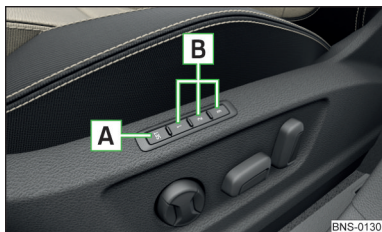

Fig. 87
La touche mémoire **B** sur le siège du conducteur ou du passager permet d'enregistrer le réglage de la position du siège du conducteur et du rétroviseur extérieur. » fig. 87.
- Maintenir la touche SET **A** » fig. 87 et enfoncer la touche mémoire **B** souhaitée simultanément dans un délai de 10 s. L'enregistrement est confirmé par un signal sonore.
- Mettez le contact et appuyez sur la touche de mémorisation **B** » fig. 87 souhaitée.